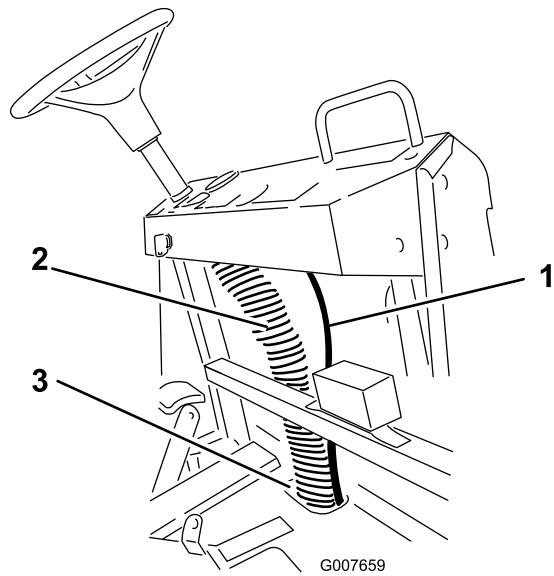

Figura 11
4. Direccione o tubo superior para o lado direito do tablier (Figura 11).
5. Prenda o tubo à coluna da cablagem existente (Figura 11).